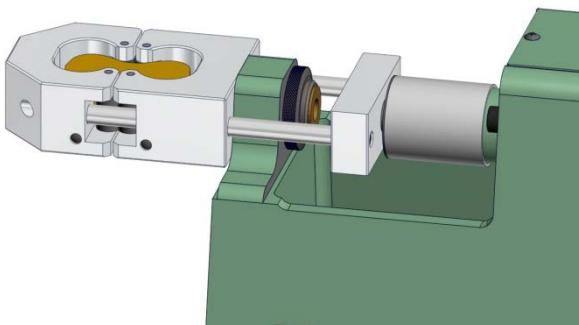

Abbildung 5.5.4
5. Legen Sie den Motorstartschalter (Pos. 4, Abbildung 7.4) nach links und halten Sie ihn dort, um mit der Belastung der Probe zu beginnen. Fahren Sie mit der Lasteinwirkung auf die Probe fort, bis diese bricht. (Siehe Abbildung 5.5.4.)